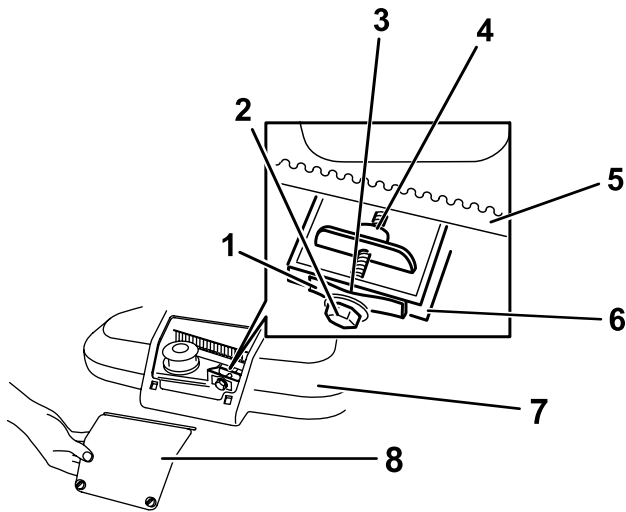

Bild 36
1. Lösen Sie die beiden Vierteldrehschrauben an der Zugangsplatte für die Riemenabdeckung und nehmen Sie die Platte ab (Bild 36).
Hinweis: Wenn ein sichtbarer Abstand zwischen der Fühlerlehre und der Feder besteht, ziehen Sie die Einstellschraube und Mutter an, bis das Papier fast nicht mehr in den Abstand eingeschoben oder herausgezogen werden kann (Bild 36).